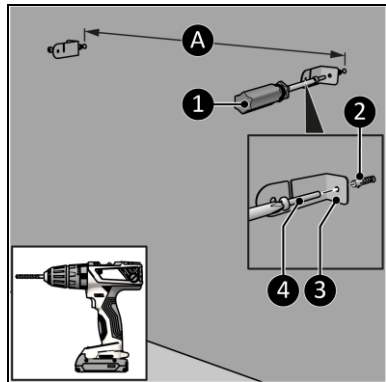

Abbildung 10
4. Bohren Sie mindestens 610 mm über dem Boden zwei Löcher für die Halterungen. Der Abstand zwischen den Löchern beträgt ungefähr (Abbildung 10, Pos. A)*:
5. Platzieren Sie die Wanddübel (Abbildung 10, Pos. 2).
6. Schrauben Sie eine linke und eine rechte Halterung (Abbildung 10, Pos. 3) mit einer großen Schraube (Abbildung 10, Pos. 4) mit einem Phillips Kreuzschlitzschraubendreher (Abbildung 10, Pos. 1) an die Wand.